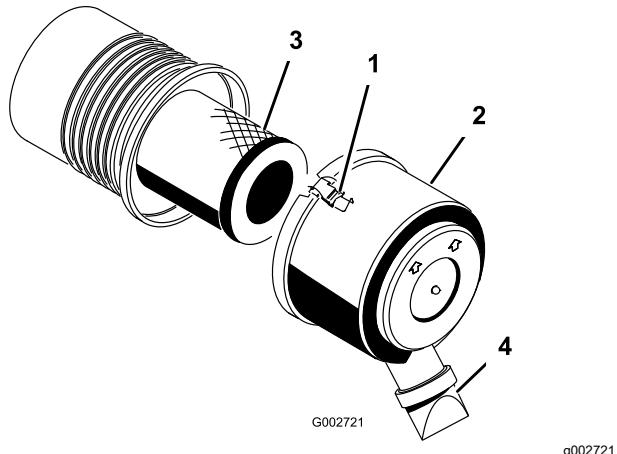

Figura 28
1. Liberte os trincos que fixam a cobertura do filtro de ar ao respetivo corpo (Figura 28).